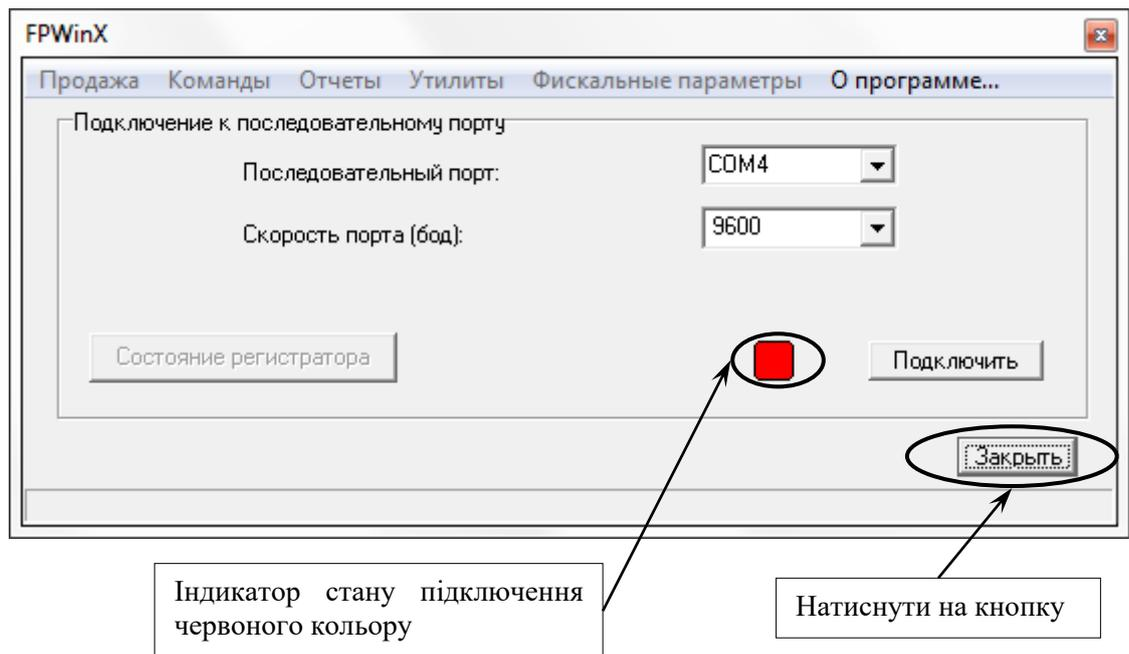

Рисунок 43
– у вікні програми «FPWinX.exe» індикатор стану підключення змінить колір на червоний (рисунок 43).
– закрити програму «FPWinX.exe» (рисунок 43);